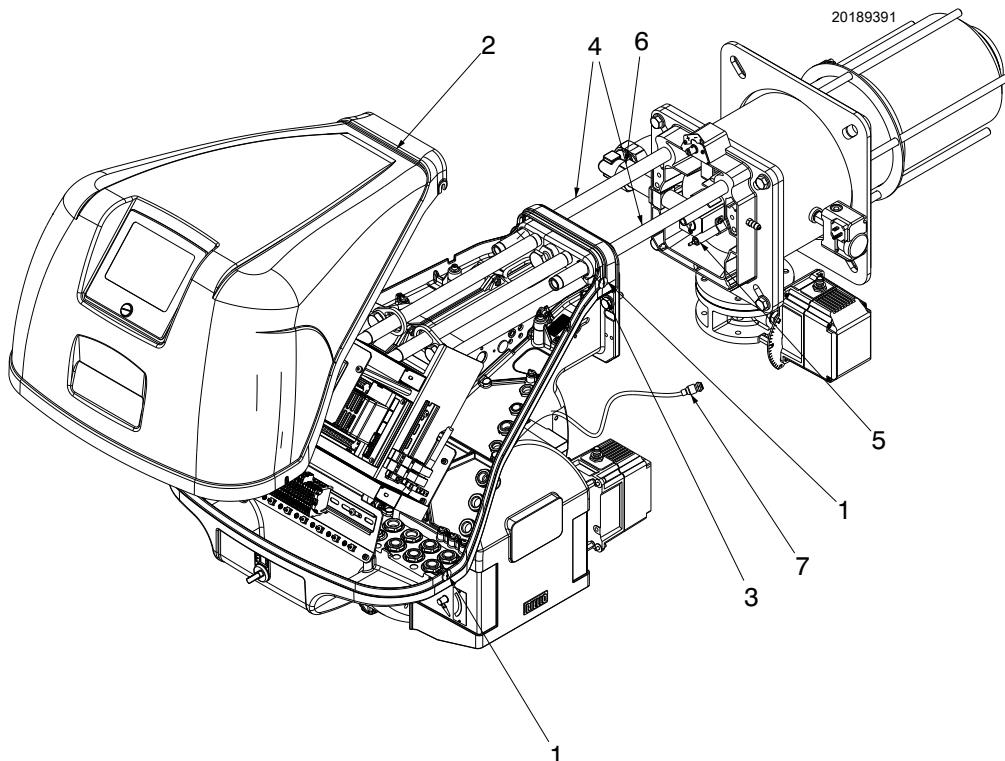

图 39
检查确认点火阶段（燃烧头燃气分配盘）的燃气出口无生锈、无污物附着。如有疑问，可拆下弯头（图 39 第 51 页）。
- ▶ 松开 4 个螺丝 1) (图 39) 并取下保护罩 2) ；
- ▶ 拆下螺丝 (3)，将燃烧器沿滑杆 4) 向后移动约 100mm。